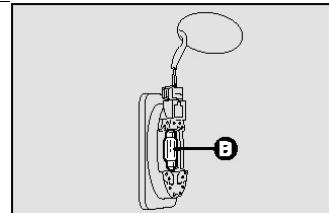

рис.39
- Для замены лампы **B** - **рис.39**, извлеките ее из пружинных контактов; убедитесь, что новая лампа надежно зафиксировалась в контактах;